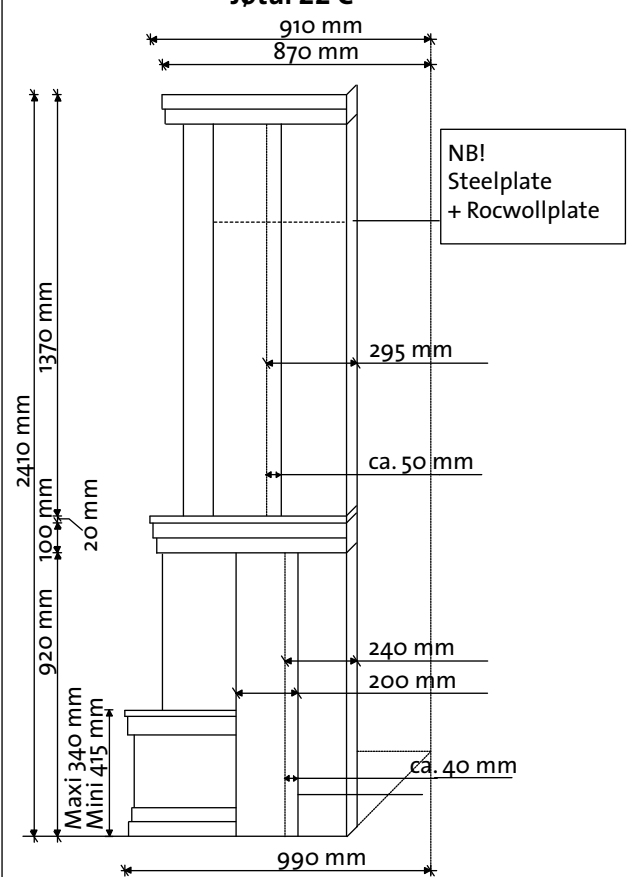

Fig. 2A
5. Stellen Sie die untere Seitenstücke (vorne) **(Teil 2)** neben den unteren Seitenstücken (hinten) **(Teil 1)**. Montieren Sie die Seitenstücke hinter dem Einsatzrahmen. Siehe **Abb. 2A** für richtige Masse/Abstände.